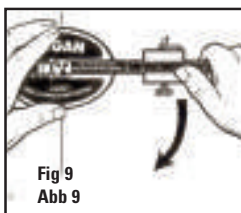

Fig 9
3. Saisir le bras gradué avec le pouce au-dessus du bloc coulissant mais avec les doigts à l'écart de la tête du pivot. Fig. 9
3. Agarre el brazo de la escala con su pulgar encima del bloque deslizador pero con los dedos lejos de la cabeza pivote. Fig. 9
3. Fassen Sie den Skalierungsarm mit dem Daumen auf dem Einstellblock aber stellen Sie sicher, dass Ihre Finger nicht dem beweglichen Schneidkopf im Wege stehen. (Abb. 9)